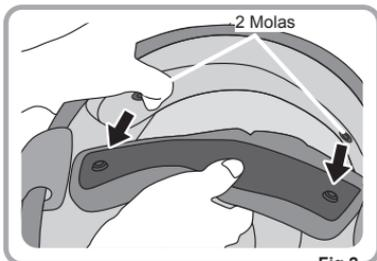

Fig.2
2. Desaperte as 2 molas na traseira e, em seguida, pode retirar o acolchoado interior. (Fig. 2)